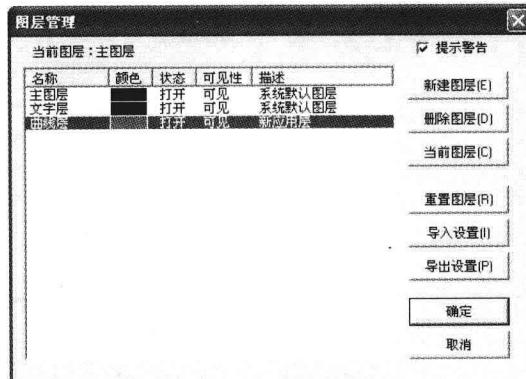
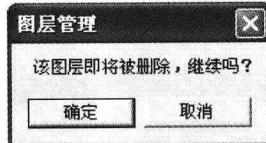

图1-16 选中“曲线层”
图1-17 “图层管理”对话框
⑨ 单击选中“曲线层”，如图1-16所示。单击右侧的“删除图层”按钮，弹出“图层管理”对话框，如图1-17所示。